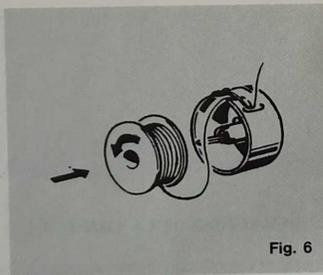

Fig. 6
Colocar la canilla y la caja de bobina en posición correcta, teniendo la precaución de que queden perfectamente encajadas en su alojamiento (fig. 6 y 8).
6.º INTRODUCCION DE LA CANILLA EN LA BOBINA (fig. 6)